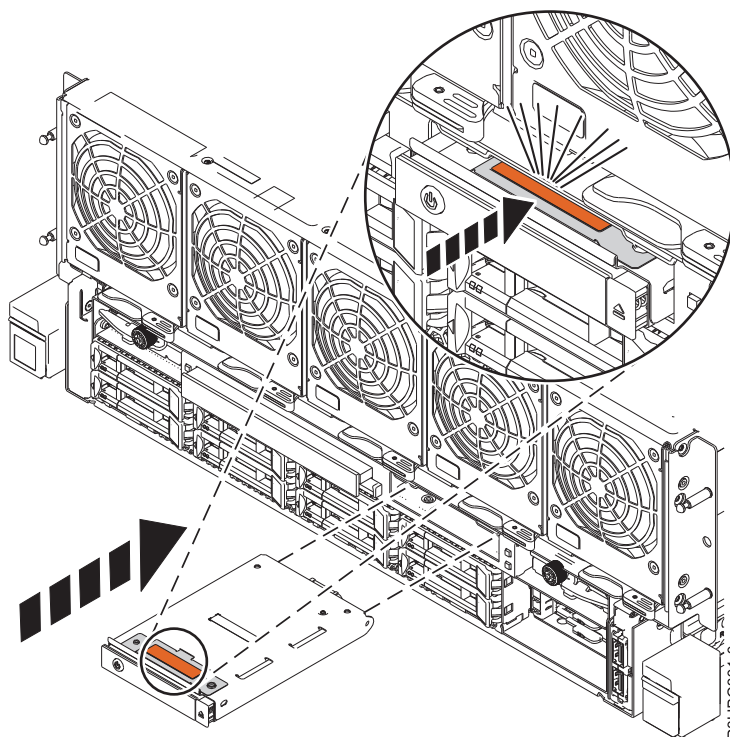

Figura 22. Sustitución del panel de control
- b. Deslice el panel de control en su ranura, y presione la pestaña de color terracota hasta que encaje en su sitio. Consulte la Figura 22.